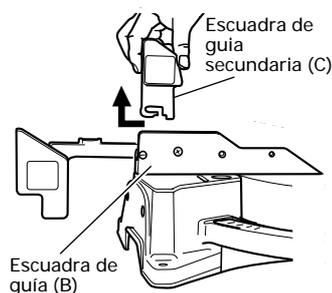
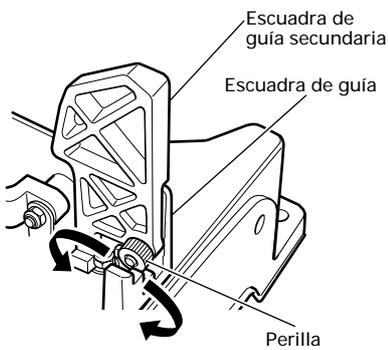

Fig. 13
Fig. 14
Para eliminar la escuadra de guía secundaria (C), deslice el lateral y retírela desde arriba como se indica en la Fig. 13. Afloje el pomo (B) y retire la escuadra de guía secundaria (C) (Fig. 14)
**⚠️ ADVERTENCIA:** Para instalar la escuadra de guía secundaria (C), insértela y ajuste bien el pomo (B). Si el pomo (B) está flojo, puede que la escuadra de guía secundaria (C) se mueva al cortar y provoque lesiones.